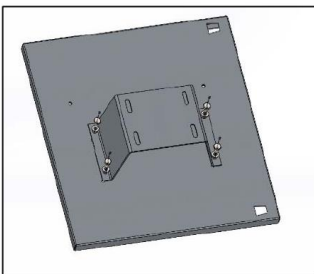
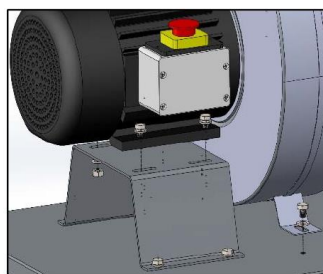
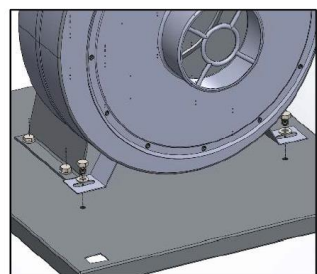

Рис.1
Рис.2
Рис.3
1. Установите кронштейн двигателя на опорную плиту (Рис.1), а затем закрепите вентилятор с двигателем на опорной плите и кронштейне двигателя (Рис.2 и Рис.3).